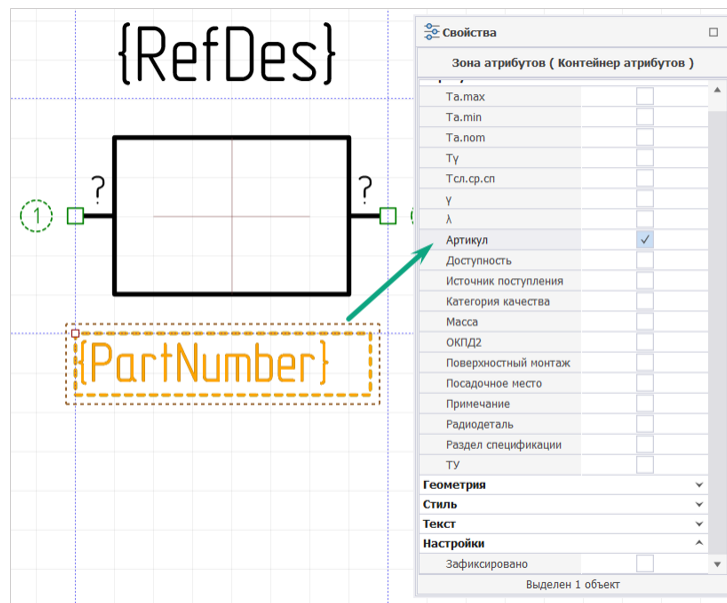

Рис. 147 Определение отображения дополнительных атрибутов в зоне атрибутов УГО
4. В зоне атрибутов отображается текстовое поле с системным именем контейнера атрибута, например, при выделении чек-бокса «Свойства» → «Атрибуты» → «Артикул» в зоне атрибутов отображается контейнер атрибута «Артикул» с системным именем «{PartNumber}», см. Рис. 147.